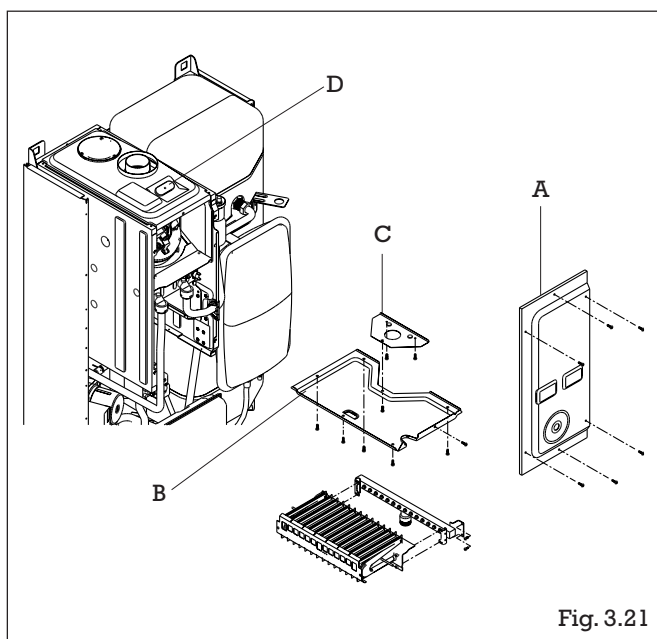

Fig. 3.21
- déposer l'habillage (se référer au § 3.4) et la face avant de la chambre de combustion (A, fig. 3.21)
- déposer le dessous du caisson étanche (B, fig. 3.21) et la plaque (C)
- déposer la face avant (**A**, fig. 3.21)(6 vis)
- déposer le dessous du caisson étanche (**B**, fig. 3.21) (6 vis) et la plaque (**C**)